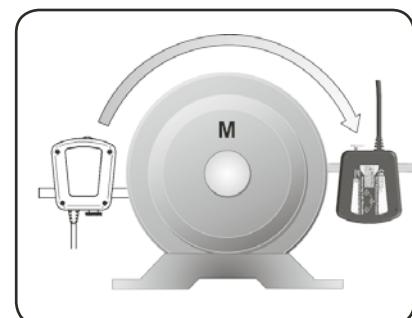

图18. 转到3点钟位置
c) 根据显示屏上的圆圈符号上的位置提示，将测量单元旋转到3点钟位置（图18）。